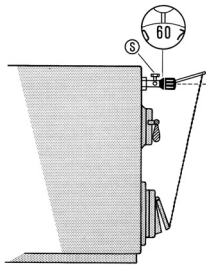

Bild 2 / Fig. 2 / Fig. 2
Bei **waagrechtem Einbau** muss die Sechskantschraube (S) senkrecht nach oben zeigen. Für die Einregulierung gelten **die roten Zahlen und die rote Marke** (Bild 2).
The controller can be installed either vertically or horizontally. When **installed horizontally**, the hexagon screw (S) must point upwards. For control in this position, **the red figures and the red mark** are used (Fig. 2, page 2).
Le régulateur peut être monté en position horizontale ou verticale. Pour le **montage horizontal**, la vis 6 pans (S) occupe une position verticale. **Les chiffres et les repères rouges** servent au réglage (fig. 2, page 2).
Set required flow temperature using the knob. Allow the boiler to heat up slowly until the set temperature is reached. Arrange the lever arm so that short section with the bore for the chain **points to the front, lies approximately horizontal (dotted line in Figs. 2 and 3) and is positioned as precisely as possible over the chain mounting point.**
La température du départ désirée est réglée à l'aide du bouton de réglage ; monter progressivement la température de la chaudière jusqu'à ce que la température affichée soit atteinte. A partir de ce moment, le levier peut être positionné horizontalement et verticalement, de façon à ce que la section la plus courte, portant le trou de fixation de la chaînette, soit dirigée **vers l'avant dans une position approximativement horizontale (ligne discontinue fig. 2 et 3), de sorte qu'elle soit alignée avec la fixation de la porte de tirage.** Ce réglage effectué, immobiliser en serrant la vis de fixation (2). Veiller à ce que la vis prenne appui sur une face plate et non sur un angle du levier. En dernier lieu, régler la chaînette de telle sorte que la porte d'aération maintienne une ouverture d'environ 1 mm au moment où la température affichée est atteinte.